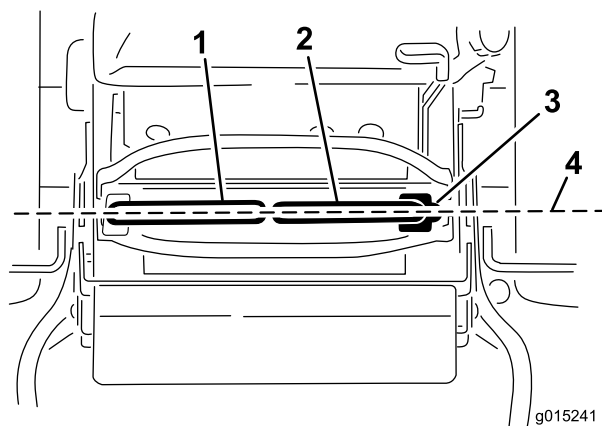

図 27
5. 右ケーブル調整器を回して、右側コントロールレバーがコントロールパネルのニュートラルロックスロットの中央にくるようにする (図 27)。